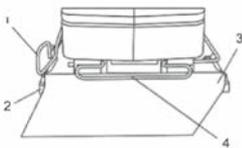
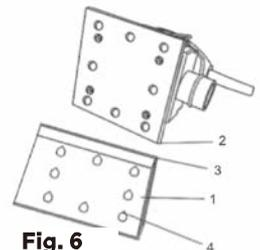

Fig. 4
Fig. 6
1. Soulevez vers le haut et vers l'extérieur les leviers de serrage du papier à poncer avant et arrière (1) à l'avant et à l'arrière du tampon de support (Fig. 4).
2. Insérez une extrémité de la feuille de papier à poncer ¼ (3) avec le côté abrasif vers le haut dans la pince à papier à poncer avant ouverte (4), en vous assurant qu'elle est alignée avec le tampon de support. Soulevez le levier de serrage du papier à poncer vers le haut et l'intérieur pour verrouiller le papier à poncer dans la pince.
1. Installez le papier à poncer comme indiqué sur les figures 4 et 5 sur une surface plane et robuste (Fig. 6).
2. Alignez le coin du tampon de ponçage (2) avec le coin du perforateur (3). Cela garantira que les trous sont percés au bon endroit.